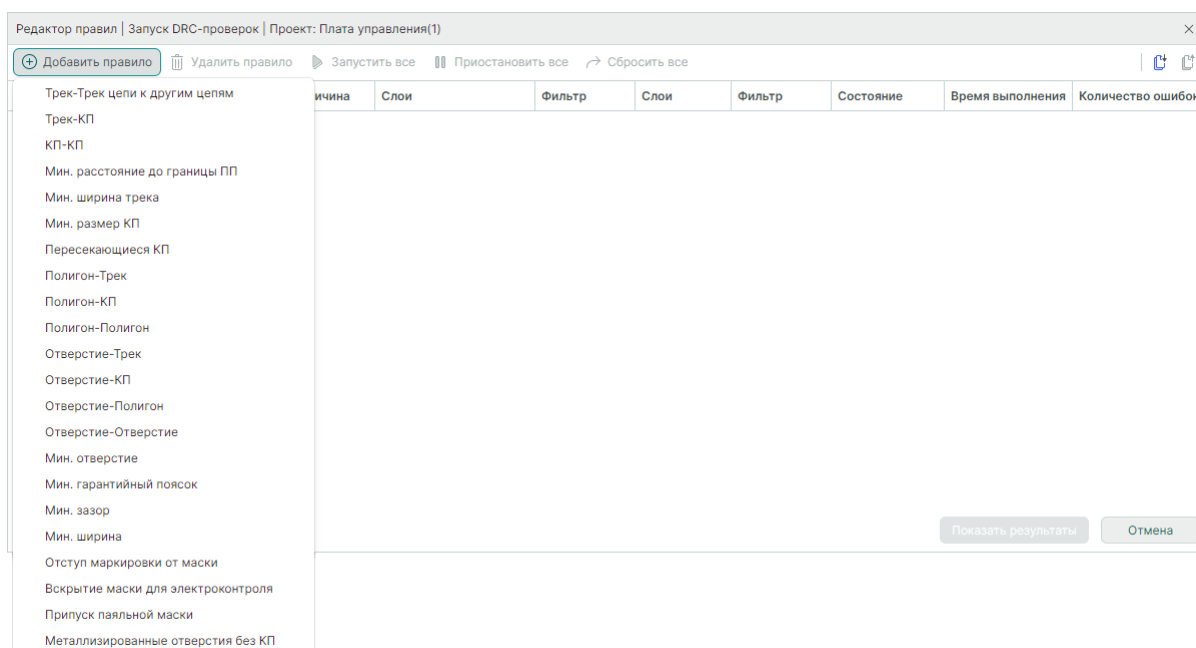

Рис. 645 Выбор правила из списка доступных
1. Используйте кнопку «Добавить правило» и в выпадающем списке выберите одно из доступных правил, см. Рис. 645.